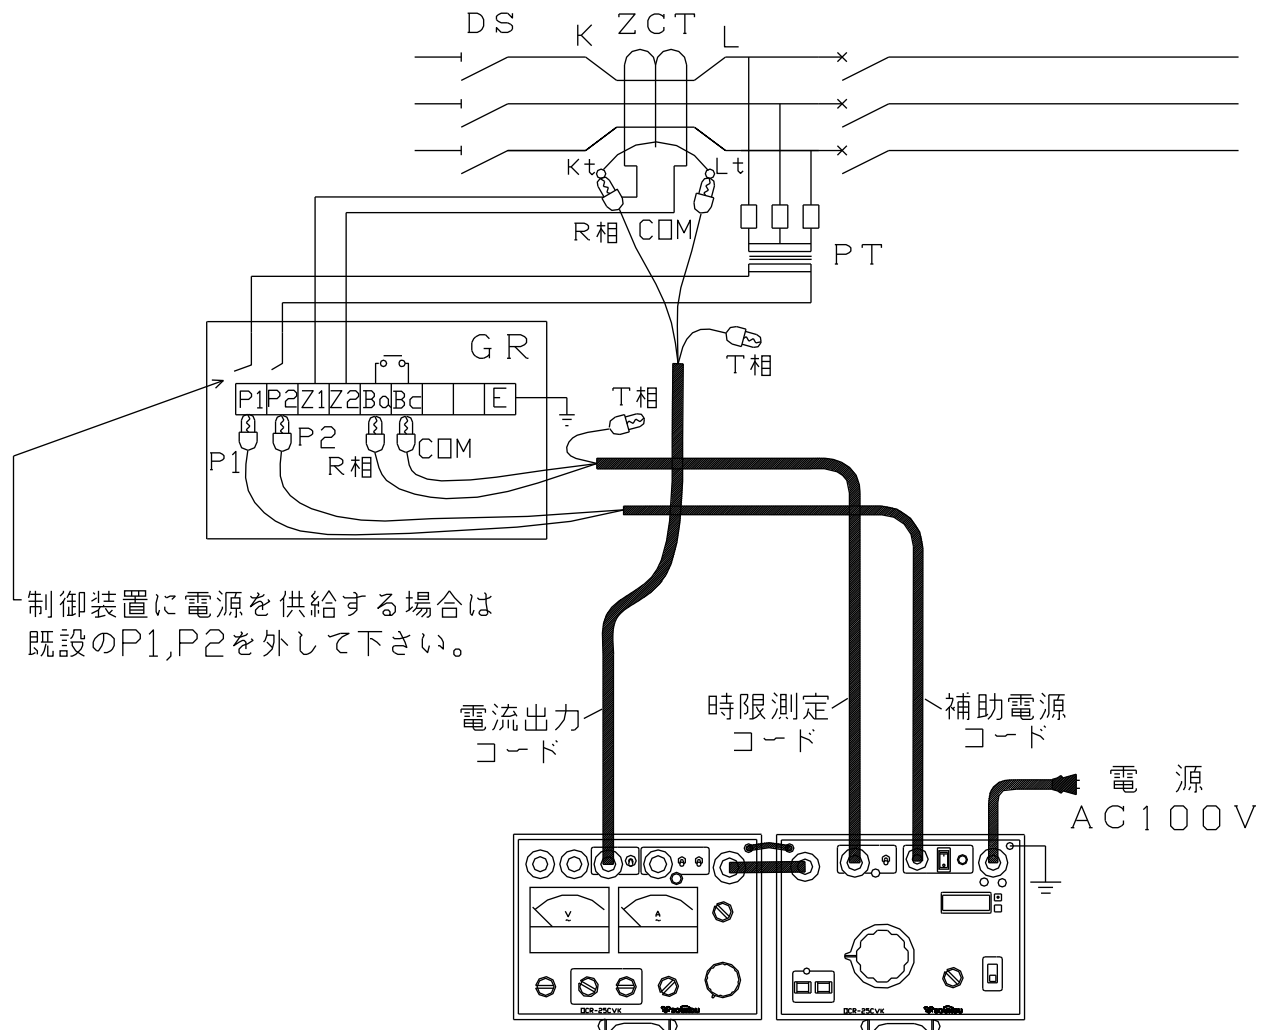

図14：試験回路図－電気室の単体試験（停電状態）
7. 以上のような点を注意し、試験回路を構成します。(図14,15)